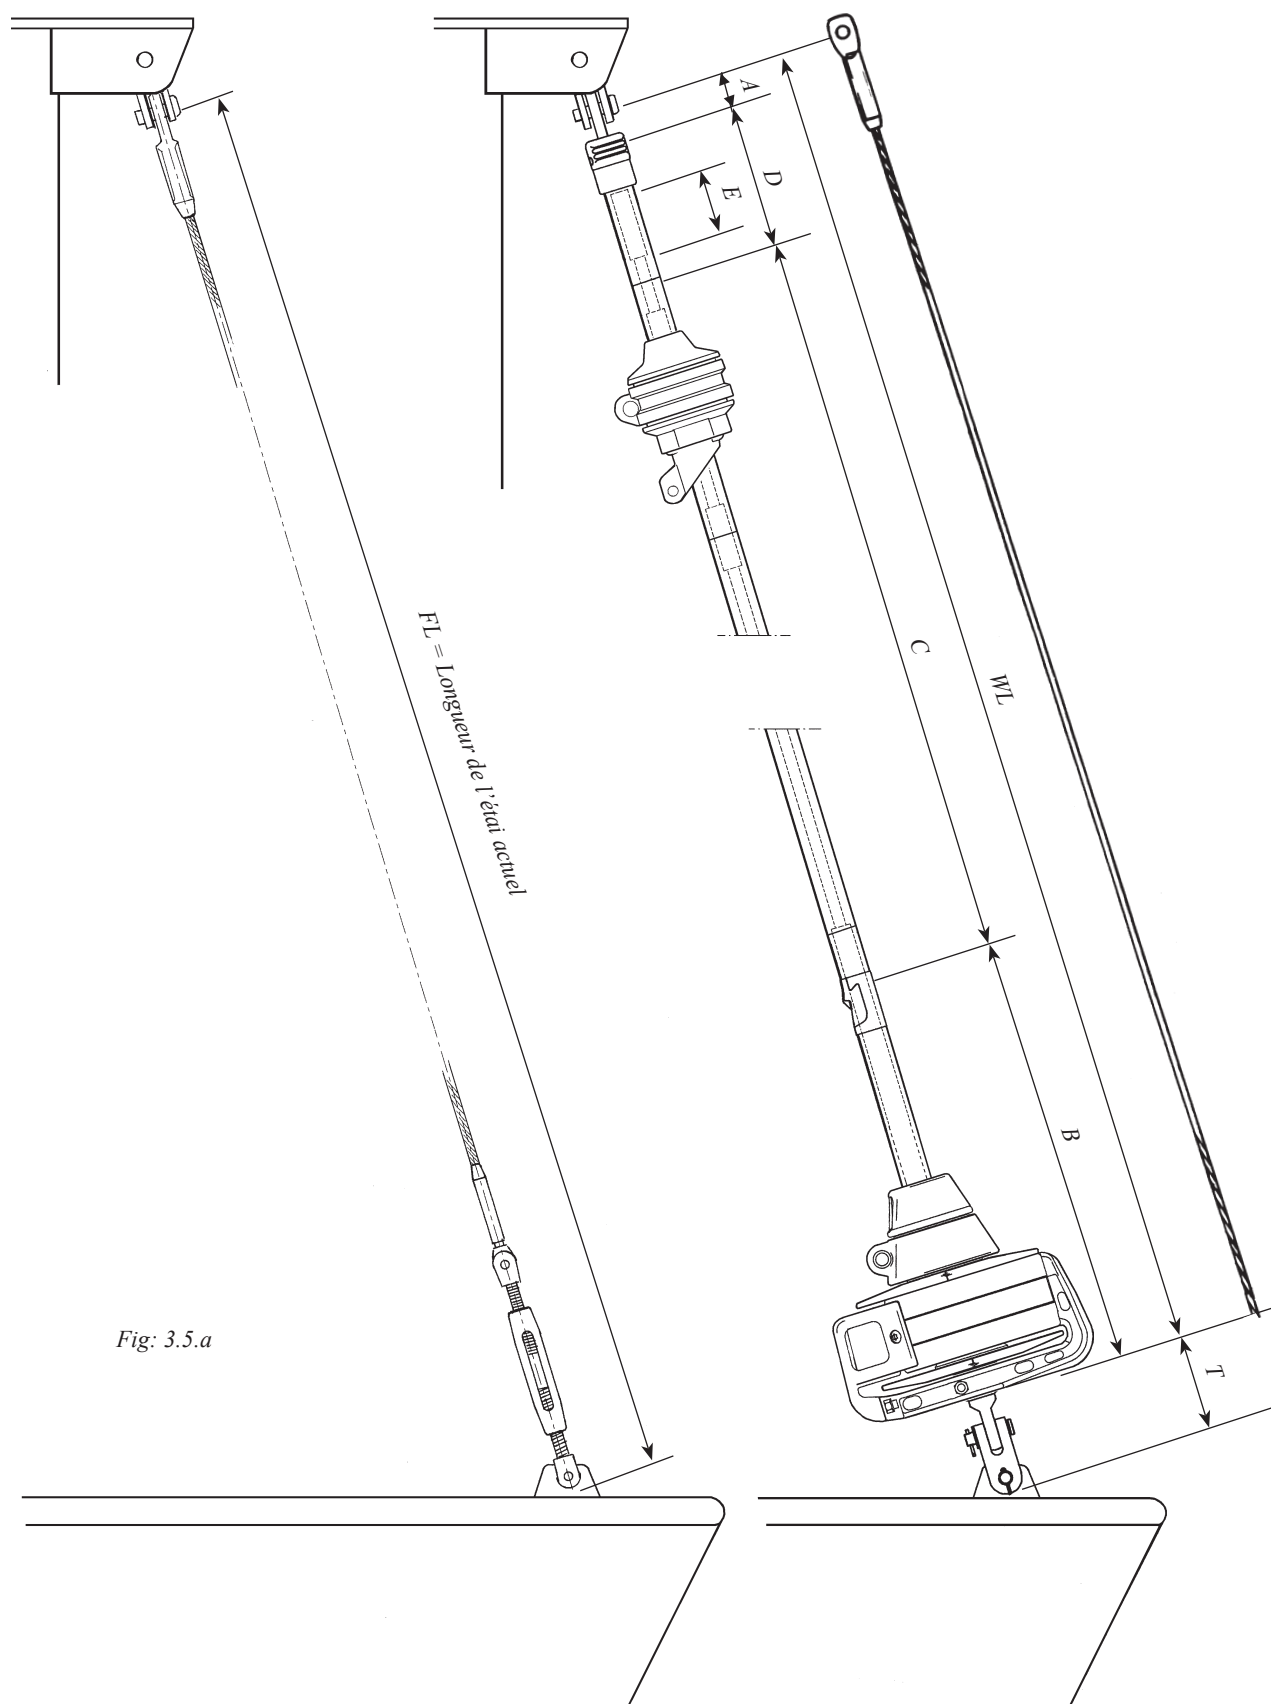

Fig: 3.5.a
16. Vérifiez la longueur de l'étai FL conformément au **"Tableau 1"** (3.5.1) & fig. 3.5.a. Si le ridoir Furlex est utilisé, vérifiez que le réglage est identique à la cote H choisie dans le tableau de calcul.